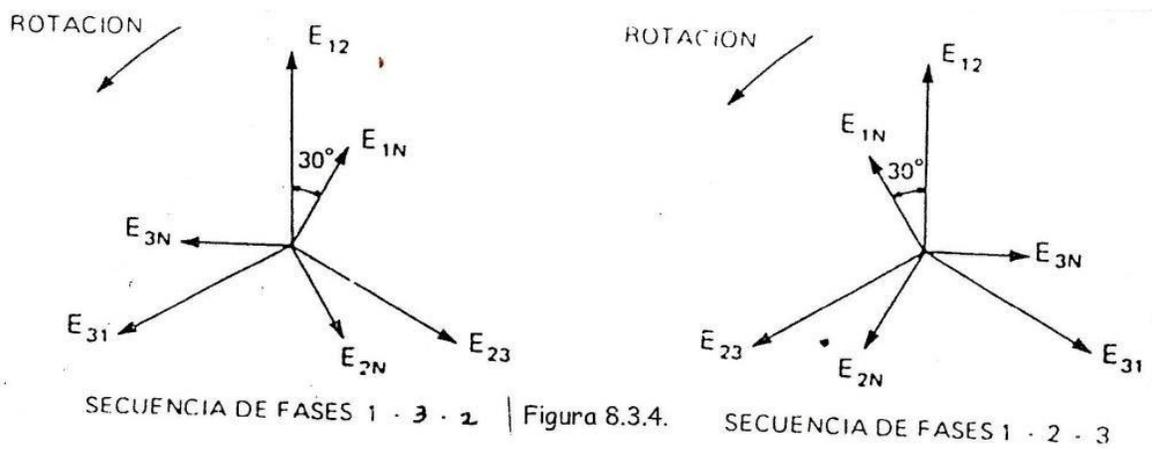
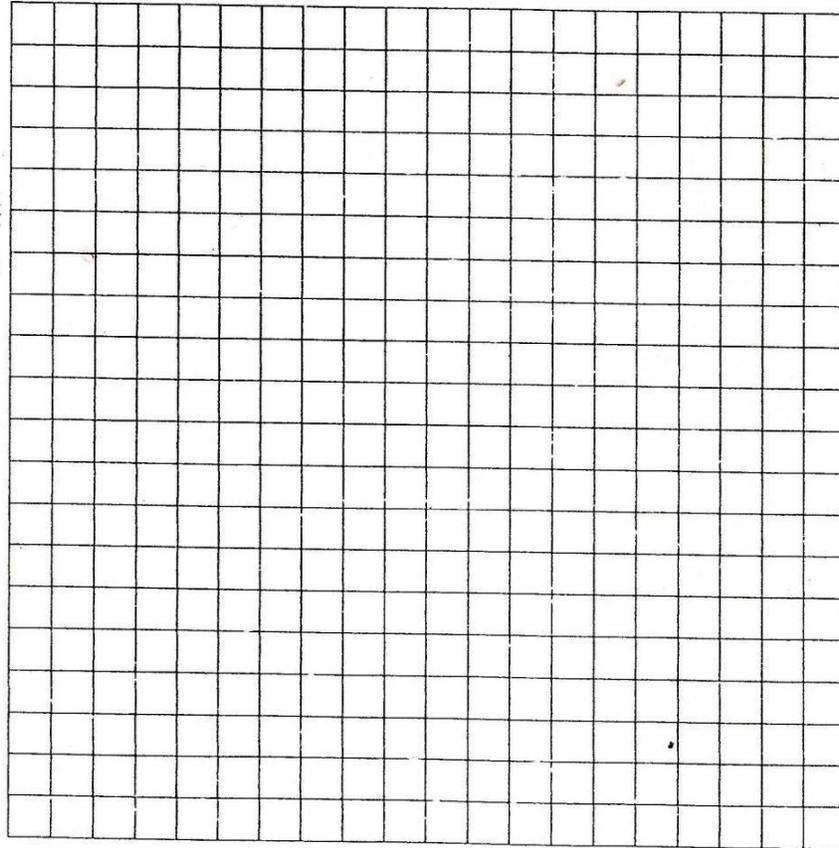

Figura 4
Figura 5
- En la figura 5, trace el diagrama de fasores, a escala, de los voltajes de la fuente de energía  $E_{1-2}$ ,  $E_{2-3}$ ,  $E_{3-1}$  y  $E_{1N}$ ,  $E_{2N}$  y  $E_{3N}$ , basado en los diagramas que se dan en la figura 4, mostrando la relación entre los fasores para la secuencia de fases 1-2-3 y 1-3-2.